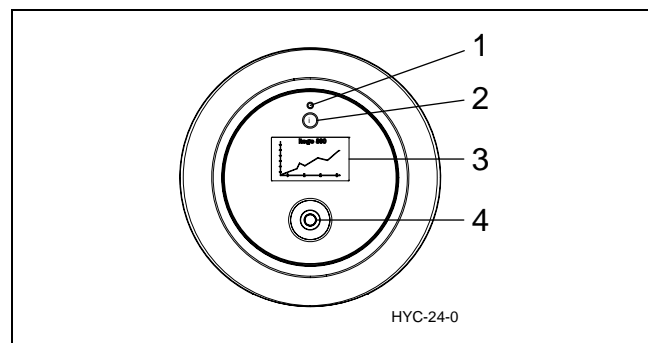

Fig. 78 Betjeningspanel
1. Skru av strømtilførselen til ES-modulen ved å skyve tasten ON/OFF (Merke.2, fig. 78 - side 57) mot OFF (lampen (Merke.1, fig. 78 - side 57) blinker grønt).
2. Skru av hovedstrømtilførselen (lampen (Merke.1, fig. 78 - side 57) slukker).